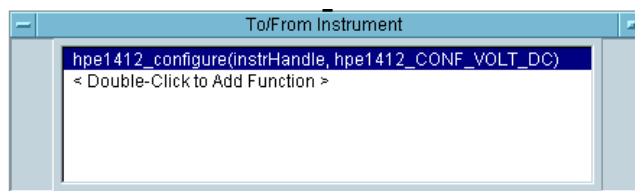

図 3-32. VXI plug&play オブジェクトにおける DC Voltage Function
8. [OK] をクリックします。これで、図 3-32 のように、[To/From Instrument] オブジェクトに `hpe1412_configure(instruHandle, hpe1412_CONF_VOLT_DC)` の項目が追加されます。